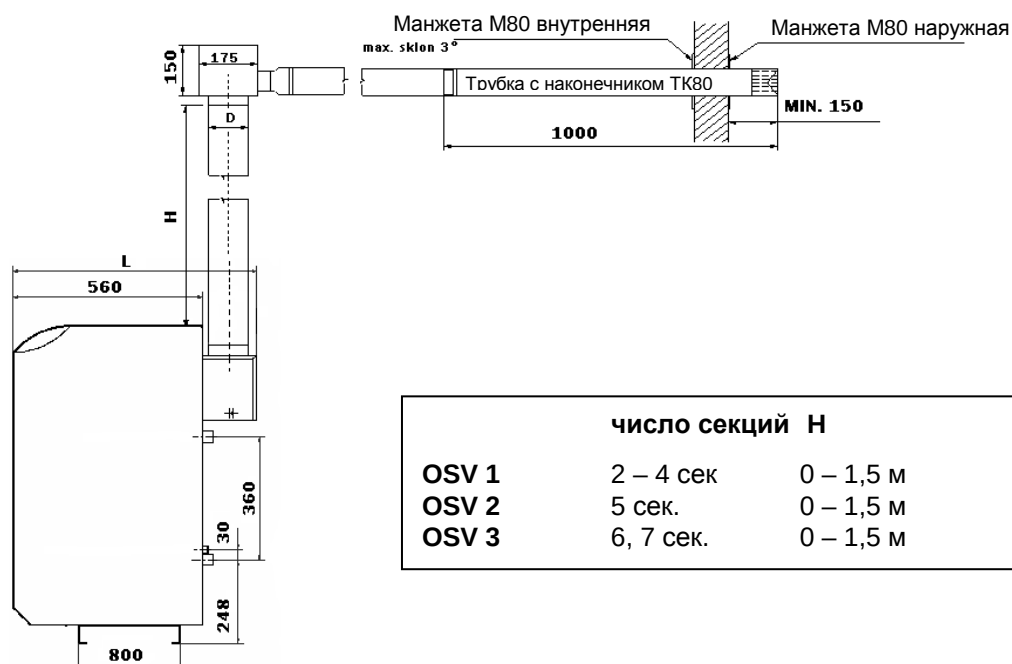

Рис. 15 Вытяжка продуктов сгорания в прямом исполнении
Рекомендуем использовать вариант рис. 15 если котел проектирован так, чтобы соблюдал макс. высоту $H=1,5$ м и расчеты по таб. 9. Потеря давления в данном исполнении минимальная.
- труба дымохода, выходящего из стены должна быть оснащена наконечником (см. рис. 15,16)